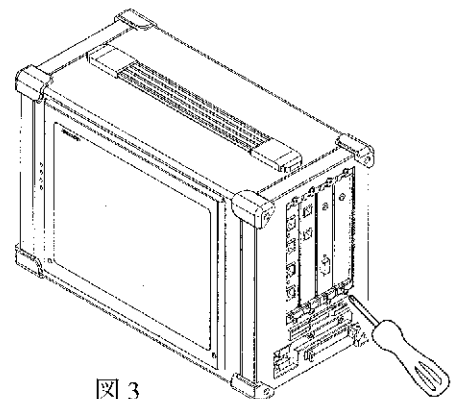

図 3
3. モジュールの固定 (図 3 参照)
固定ネジを本体内部に落とさないために、図 3 の状態で固定ネジを取り付けて下さい。